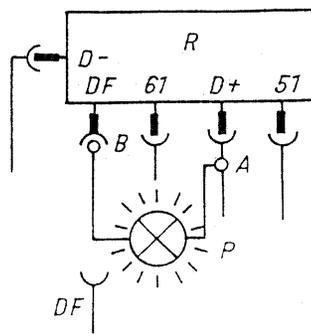

Fig. 63
- Mettre B à la borne DF (régulateur) (voir fig. 63).